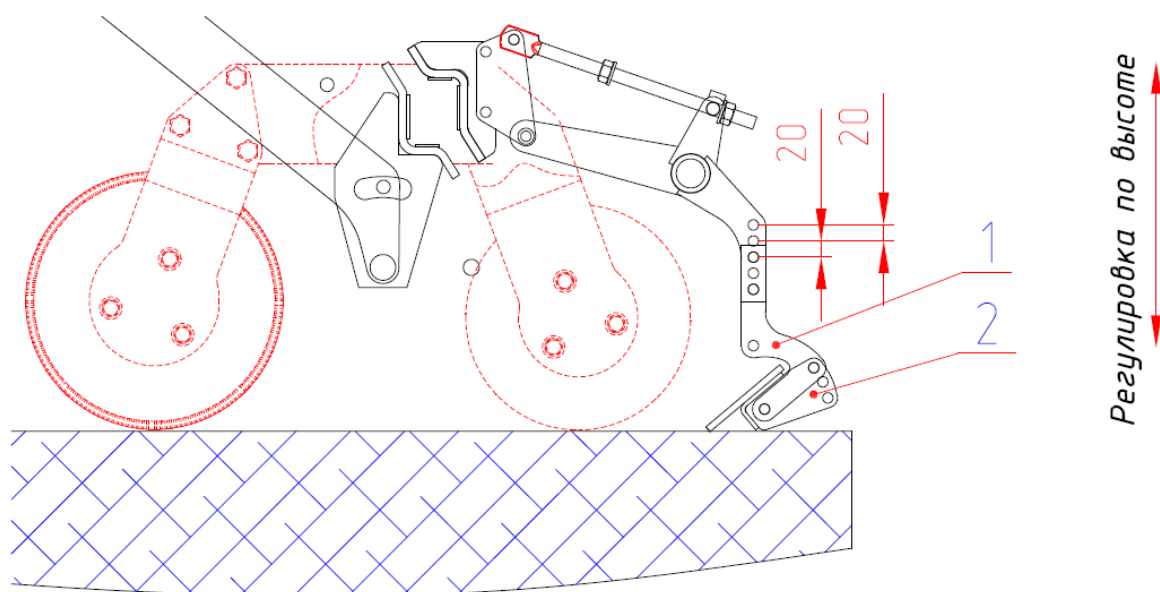
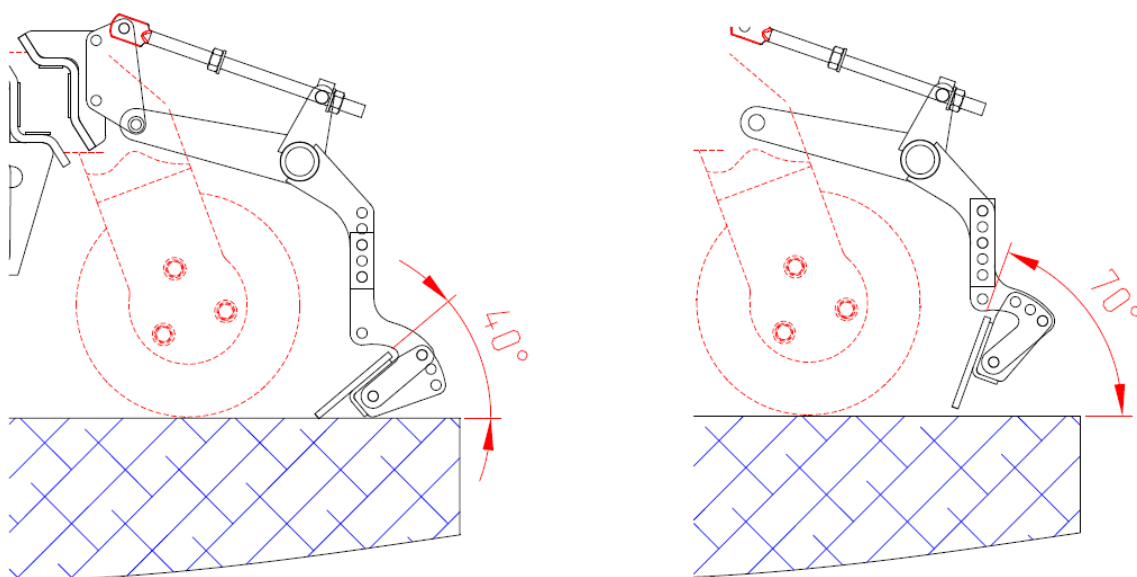

Рис.15.3 Регулировка планчатого выравнителя по высоте.
Рис.15.4 Регулировка планчатого выравнителя по углу (активное положение планки).
7.2.2 Регулировка планчатого выравнивателя по высоте расположения планки осуществляется переустановкой держателя 1 (рис.15.3) в соответствующие отверстия.
7.2.2 Регулировка планчатого выравнителя по углу осуществляется поворотом держателя 2 (рис.15.3) относительно нижнего отверстия и фиксации держателя в соответствующих отверстиях. Угол положения планки можно устанавливать как в "активном" положении (рис.15.4) так и в "пассивном" положении (рис.15.4).